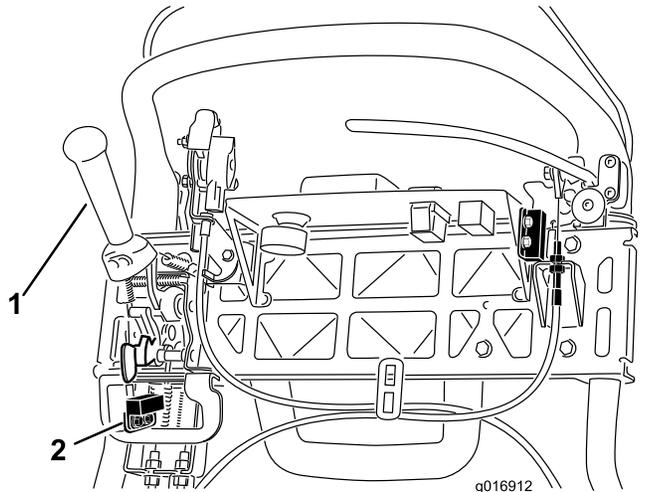

图41
4. 松开联锁开关紧固件（图41）。
5. 在牵引杆与联锁开关之间放入 1.6mm 厚的塞尺（图41）。